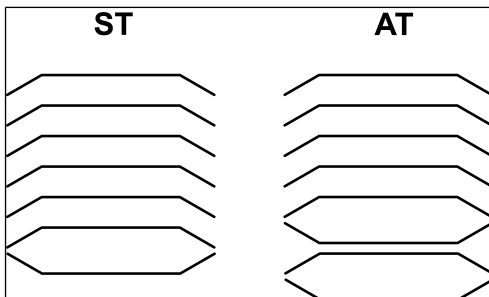

Abb.9: Anordnung der Tellerfedern
1. Legen Sie den Kopfdeckel (4) auf die Zwischenplatte (3) entsprechend der Filzstiftmarkierung auf.
2. Legen Sie die Tellerfedern (5) auf (zur Anordnung siehe Abb. 9).
3. Setzen Sie die Hutmuttern (6) auf und ziehen Sie diese fest (Anzieh-Drehmoment: 2 Nm).